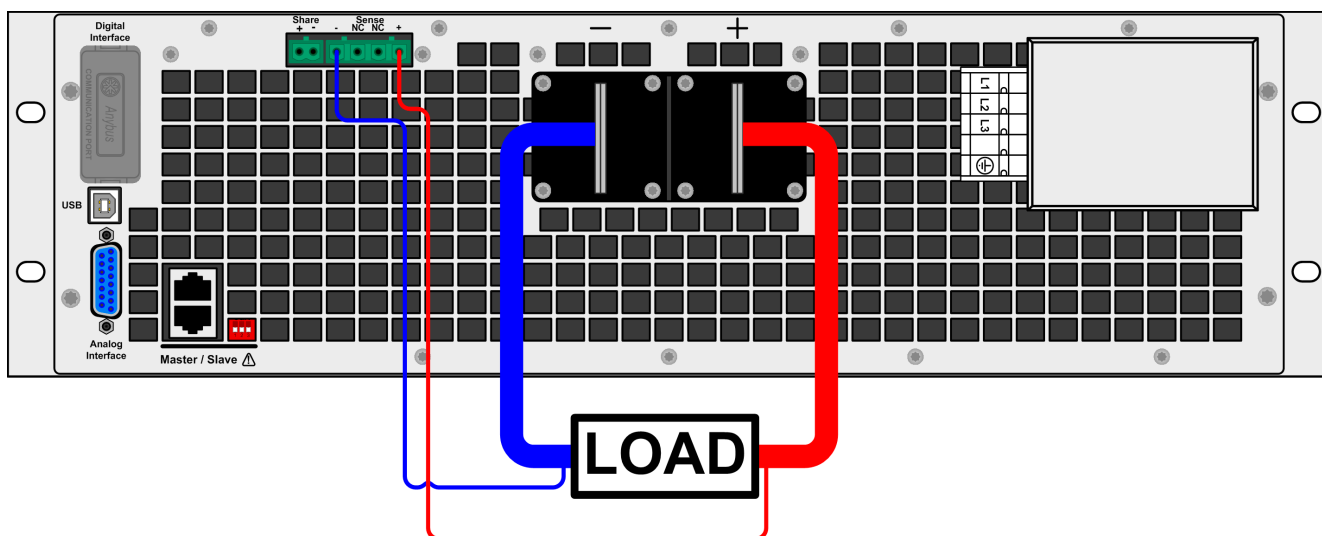

图 8 - 远程感测接线举例
- 感测线跟负载之间要+与+，-与-相连，否则会损坏电源的感测输入端。见下面图8。